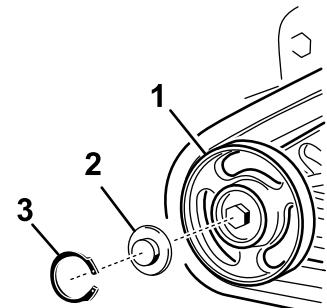

Bild 63
4. Nehmen Sie den Sprengring und die Kappe vom Straßenrad ab (Bild 63).
5. Prüfen Sie das Schmiermittel unter der Kappe und um die Dichtung (Bild 63). Wenn es schmutzig, körnig oder verbraucht ist, entfernen Sie das gesamte Schmiermittel, wechseln Sie die Dichtung aus und fügen Sie neues Schmiermittel hinzu.
7. Setzen Sie die eingefettete Straßenradkappe auf den Schraubenkopf (Bild 63).
8. Befestigen Sie die Straßenradkappe mit dem Sprengring (Bild 63).